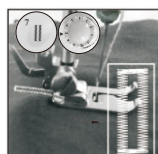

Рис. 21
- (6) Выберите образец строчки № 7, затем включите переключатель и шейте, пока петля не будет прошита полностью (Рис.21).